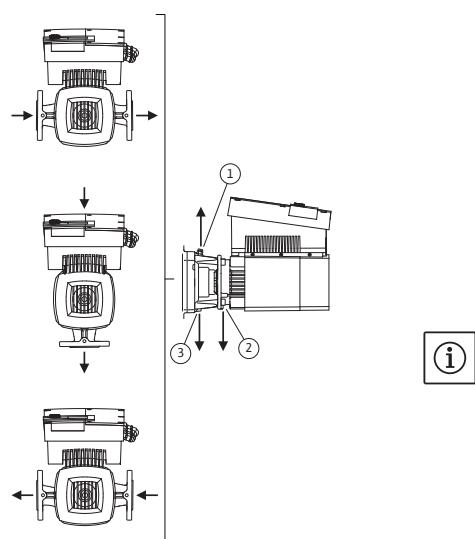

Fig. 23: Godkjente monteringsstillinger med horisontal motoraksel
De godkjente monteringsstillingene med horisontal motoraksel og elektronikkmodulen oppover (0°) er fremstilt i Fig. 23. De godkjente monteringsstillingene med elektronikkmodul montert på siden ($+/- 90^\circ$) er ikke avbildet. Alle monteringsstillinger med unntak av "Elektronikkmodul nedover" (-180°) er tillatt. Lufting av pumpen er bare garantert hvis lufteventilen peker oppover (Fig. 23, pos. 1). Bare i denne posisjonen (0°) kan oppsamlet kondensat føres målrettet bort via tilgjengelig boring, pumpelanterne (Fig. 23, pos. 3) samt motor (Fig. 23, pos. 2). Fjern i denne forbindelse pluggene på motorflensen (Fig. 7, pos. 7a).